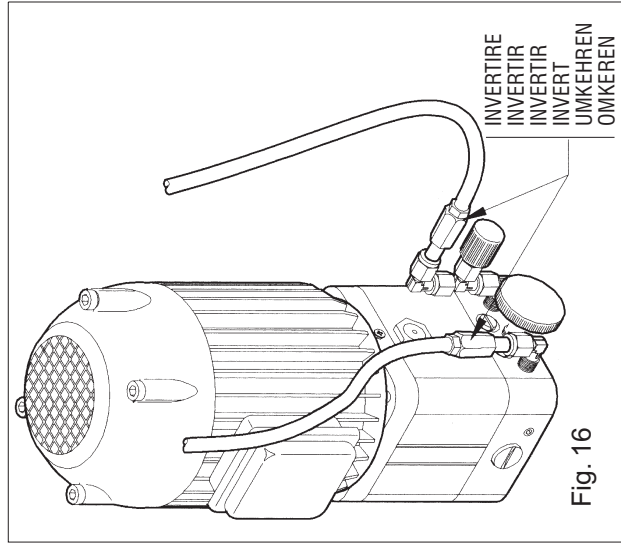

Fig. 16
- 14) Invertir los 2 tubos del aceite del distribuidor (fig.16). Si es necesario realizar la expurgación del gato.
- 14) Invert the 2 distributor oil pipes (fig. 16). If necessary bleed the jack.